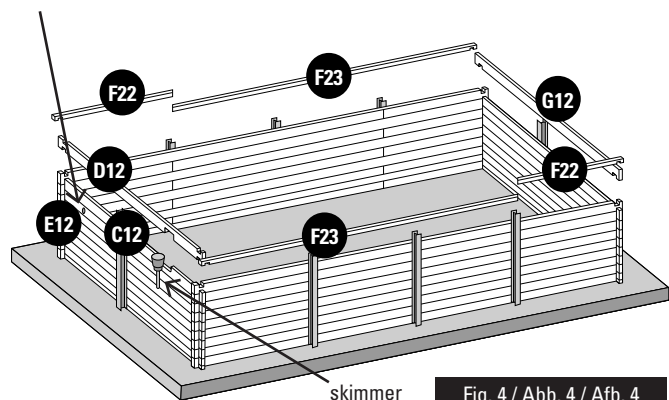

Fig. 4 / Abb. 4 / Afb. 4
**EN Skimmer:** • Place the specific boards of the skimmer facing the prevailing winds. Boards (C12) and (D12) will always be placed over a panel starting by board (B12) (figure 4). • The skimmer will not be stable until the pool is filled. **The skimmer (with its flap) is fitted as the same time as the finishing board.**
**FR Skimmer:** • Placez les madriers spécifiques au skimmer face aux vents dominants. Les madriers (C12) et (D12) se positionnent toujours sur un panneau commençant par un madrier (B12) (figure 4). • Tant que le bassin n'est pas rempli, le skimmer ne sera pas stable. **Le skimmer (avec son volet) s'emboîte en même temps que le madrier de finition.**
**NL Skimmer:** • Plaats de planken die specifiek voor de skimmer zijn met het gezicht op de overheersende windrichting. De planken (C12) en (D12) worden altijd op een paneel geplaatst en er wordt begonnen met plank (B12) (afbeelding 4). • Zolang het zwembad niet is gevuld, zal de skimmer niet stabiel zijn. **De skimmer (samen met zijn afsluiter) wordt op het zelfde moment ertussen gezet als de plank voor de afwerking.**